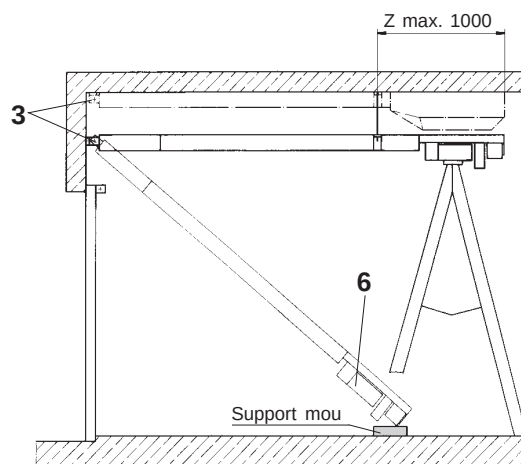

Fig. 4
- Avec un mouvement basculant, insérer les coulisseaux aux deux côtés dans le profil d'aluminium (8).
- Fixer l'équerre de suspension (7) et les accessoires contre le profil d'aluminium (8) selon le dessin annexé, en utilisant les vis à tête six pans avec nervures.
- A • Desserrer l'étrier avant (3) du rallongement de l'entraînement et le fixer contre le linteau.
- Soulever l'entraînement selon Fig. 4 et le visser contre l'étrier (3). Attention: Eviter d'endommager la tête de l'entraînement (6)!
- B • Les équerres de suspension avant (7) dans le profil d'aluminium (8) sont à pousser tout à l'avant.
- Soulever l'entraînement à l'arrière et appuyer la tête de l'entraînement (6), par exemple sur une échelle ou des chevalets. Fixer les équerres de suspension arrière (7) contre le plafond. Fig. 4 et Fig. 5